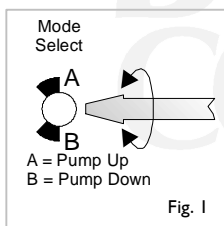

Fig. 1
- Select "pump up" or "pump down" mode on base of unit (Fig.1)
- Sélectionner le mode "pump up" ou "pump down" la base de l' unite. (Fig.1)
- Betriebsweise "pump up" oder "pump down" als Einheitsbasis wählen. (Fig.1)